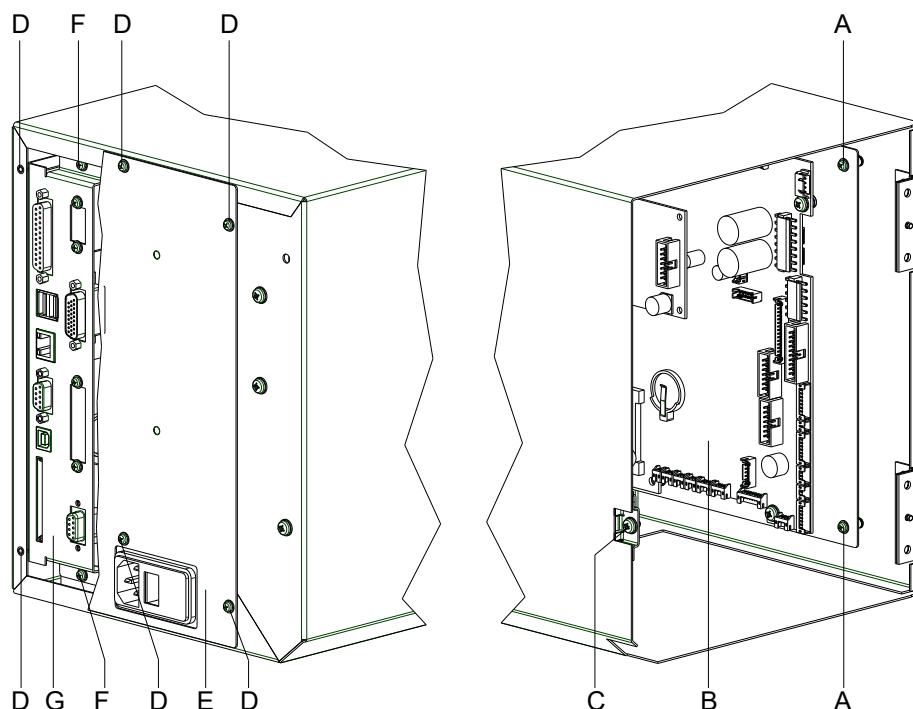

Figure 13
1. Insérer la plaque de connexion (G, Figure 13) avec les deux cartes imprimées dans la mécanique d'impression.
2. Fixer la plaque de connexion avec les vis (F, Figure 13).
3. Adapter toutes les connexions de la carte CPU (B, Figure 13) selon le schéma de câblage (voir le chapitre 9.1, page 65).
4. Monter à nouveau la coiffe (E, Figure 13) avec les vis (D, Figure 13).
5. Fermer prudemment le couvercle et le fixer avec la vis (C, Figure 13).